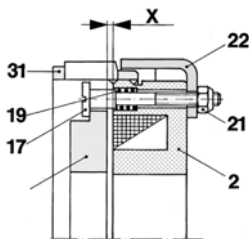

Fig. 4
I tiranti di sbloccaggio (17) limitano la corsa dell'ancora combinata (5) nel senso della frenatura, fig.4.
I tiranti (17) dovranno essere avvitati tramite i dadi autobloccanti (21), solo di quel tanto da lasciare uno spazio minimo tra l'ancora combinata (5) e il magnete (2), del valore X da tabella 3 e fig.4.